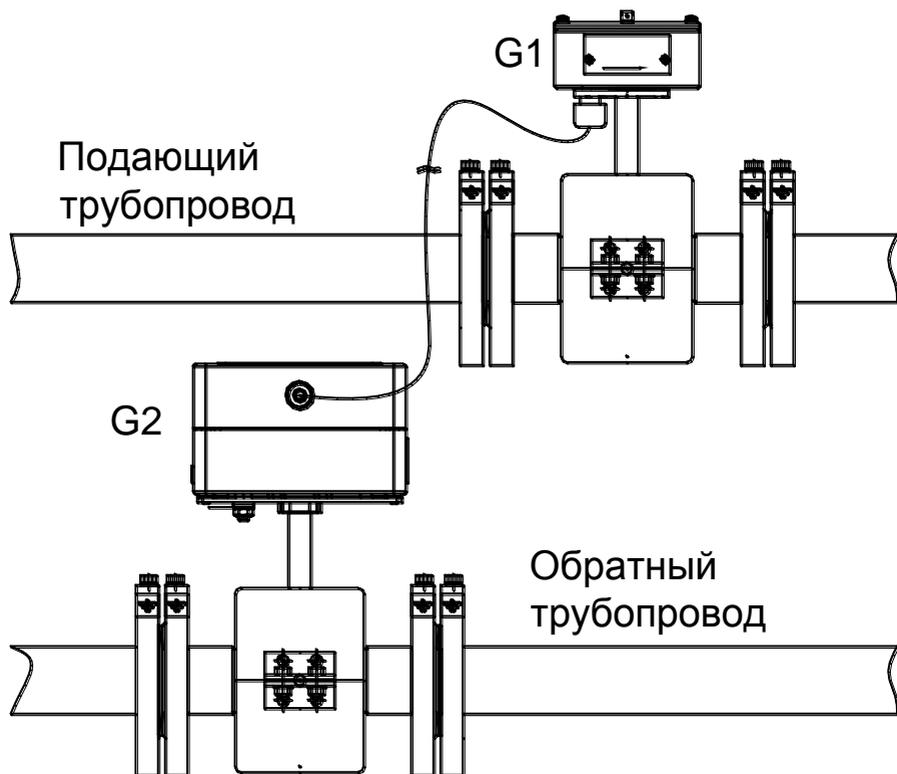

Рис.4.2
4.2.1 В состав расходомера входят ППМ и два ППР, один из которых подключается к ППМ при помощи линии связи (канал G1), а другой конструктивно совмещен с ППМ (канал G2) (см рис.4.2).